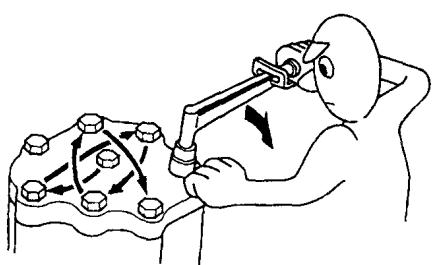

图 1-15 按交叉方式拆卸和安装螺栓和螺母
7) 在拧紧一组螺栓或螺母时，应先从中心部位螺栓或大直径螺栓开始，并且，在拧紧时，如图 1-15 所示，应按交叉方式分两步或多步完成。